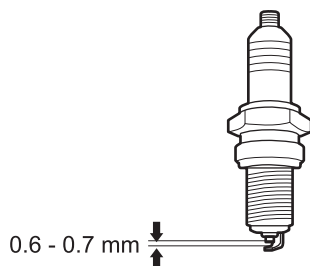

Fig.18
- > Débranchez le connecteur de la bougie (2).
- > Dévissez la bougie avec la partie de l'outil multi-usage (23) destinée à cet effet, et retirez-la délicatement.
- > Vérifiez l'écartement de la bougie. Il doit être de 0,6 à 0,7 mm (fig. 18).